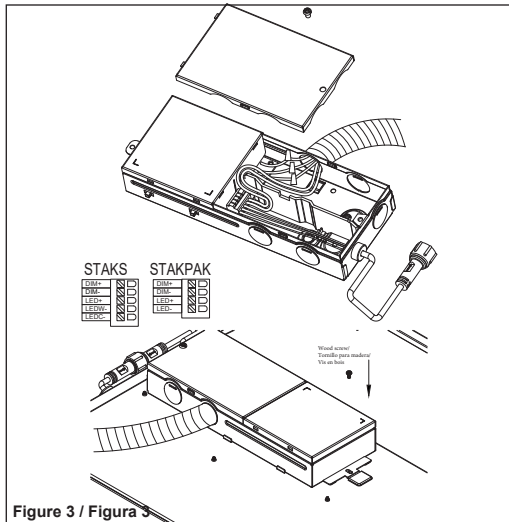

Figure 3 / Figura 3
- Using a screwdriver (not supplied), remove access plate of Driver J-Box as shown in Figures 3, with grid power OFF to make electrical connections from supply and properly ground as local codes dictate.
- WARNING: Secure the driver J-box with supplied wood screw to get the fixture housing electrically grounding(See Figure 3).
- À l'aide d'un tournevis (non fourni), retirez la plaque d'accès de la boîte de jonction du pilote, comme indiqué à la figure 3, et mettez le réseau hors tension, afin d'effectuer les connexions électriques à partir de l'alimentation et la mise à la terre conformément aux codes locaux.
AVERTISSEMENT : Fixez la boîte de jonction du pilote grâce à la vis à bois fournie afin que le boîtier du luminaire soit mis à la terre (voir figure 3).